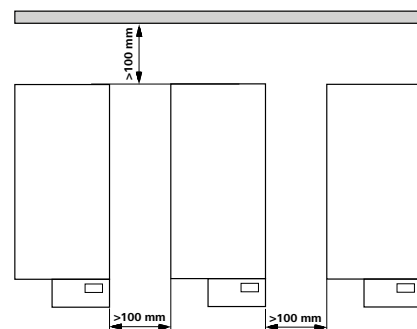

fig. 2
- Tenga en cuenta las distancias mínimas entre aparatos y entre el aparato y la pared que se encuentra encima de la estructura (mín. 800 mm), consulte fig. 2.